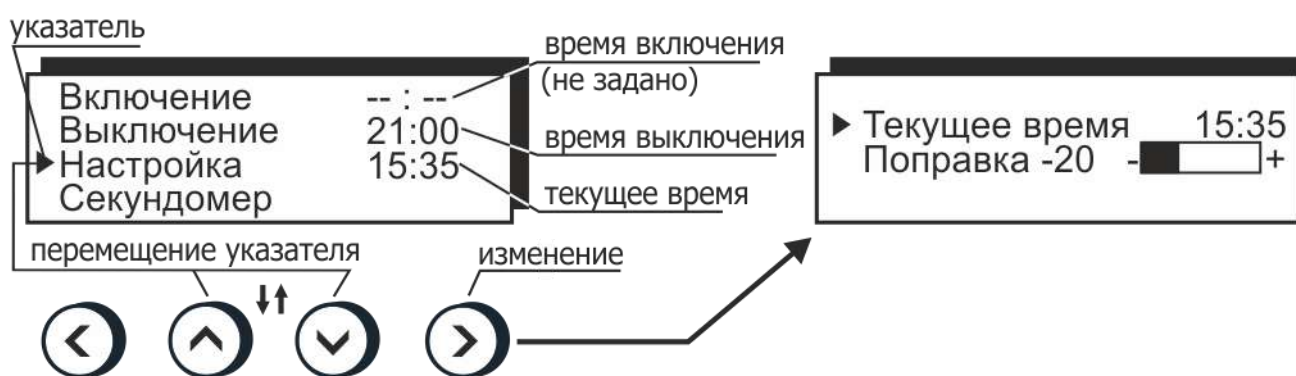

Рисунок 10 — Управление встроенными часами
- нажатиями кнопок (▲) и (▼) установить указатель против нужного времени: включения или выключения (рисунок 10);